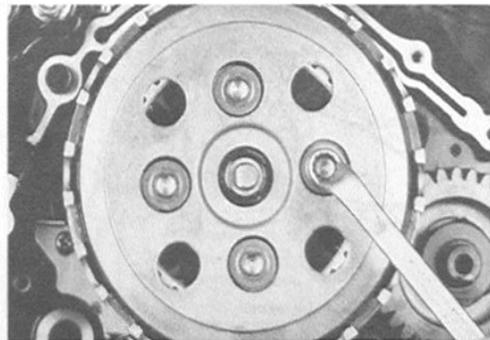

Bild 102
- Befestigungsschrauben der Kupplungsfedern schrittweise über Kreuz ausdrehen (Bild 102). Druckplatte, Lager und Druckstange entfernen. Stahl- und Reibscheiben der Kupplung abnehmen (Bild 109).